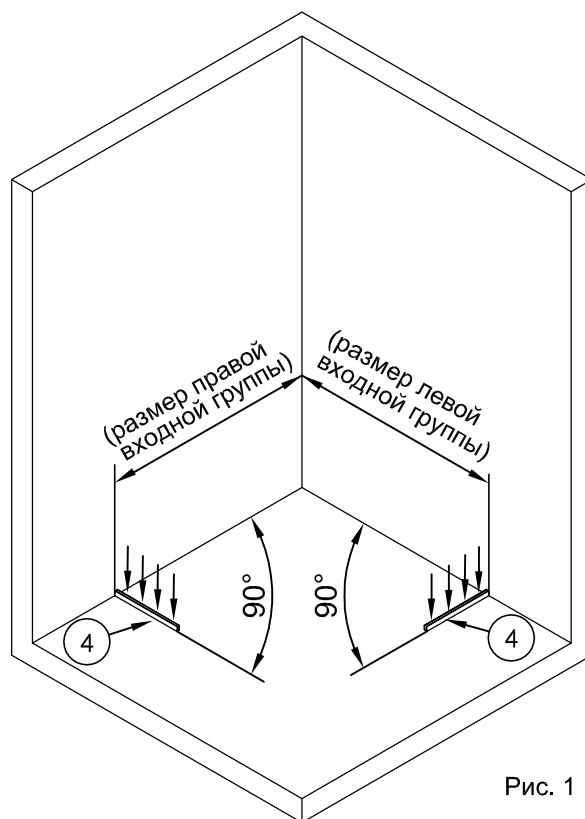

Рис. 1
Прижмите профили №4 к соответствующим стенам под прямыми углами (рис. 1).
1.2. Карандашом или фломастером провести разметку мест сверления отверстий под дюбели, используя отверстия в профилях №4 для их крепления к полу (рис. 1).